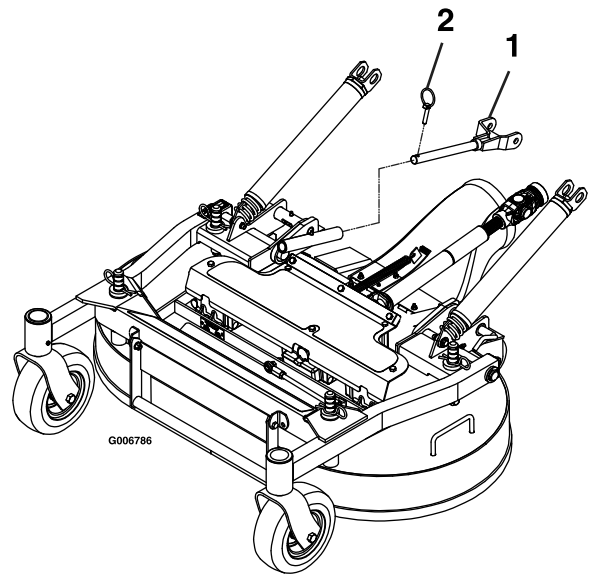

Figure 76
6. Retirez les goupilles à anneau à l'avant des bras de poussée, de chaque côté de la machine (Figure 76).
6. Fixez les bras de poussée sur les côtés gauche et droit de la machine avec les goupilles à anneau (Figure 76).